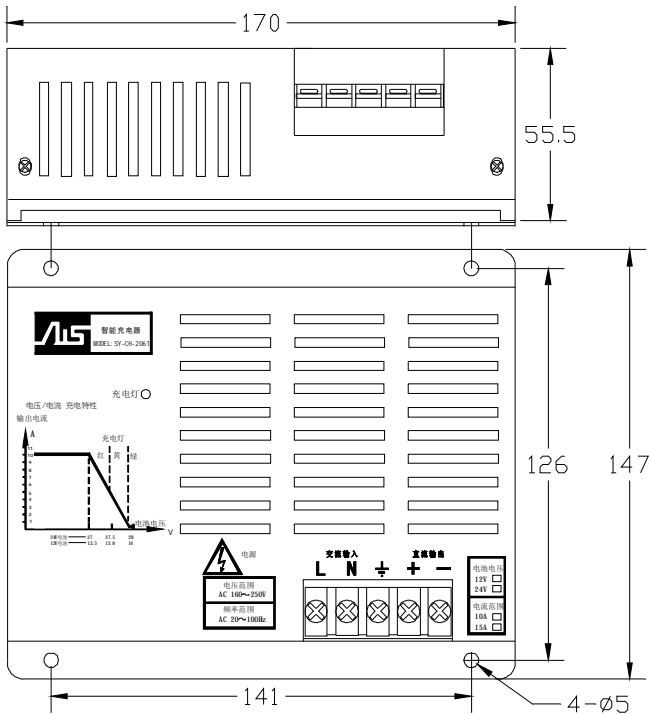

图 2 充电器的安装外型图
2.2 充电器接线如图 2——L 为 220V 的相线、N 为 220V 的零线、⊥为接地极、+为电池的正极，-为电池的负极。